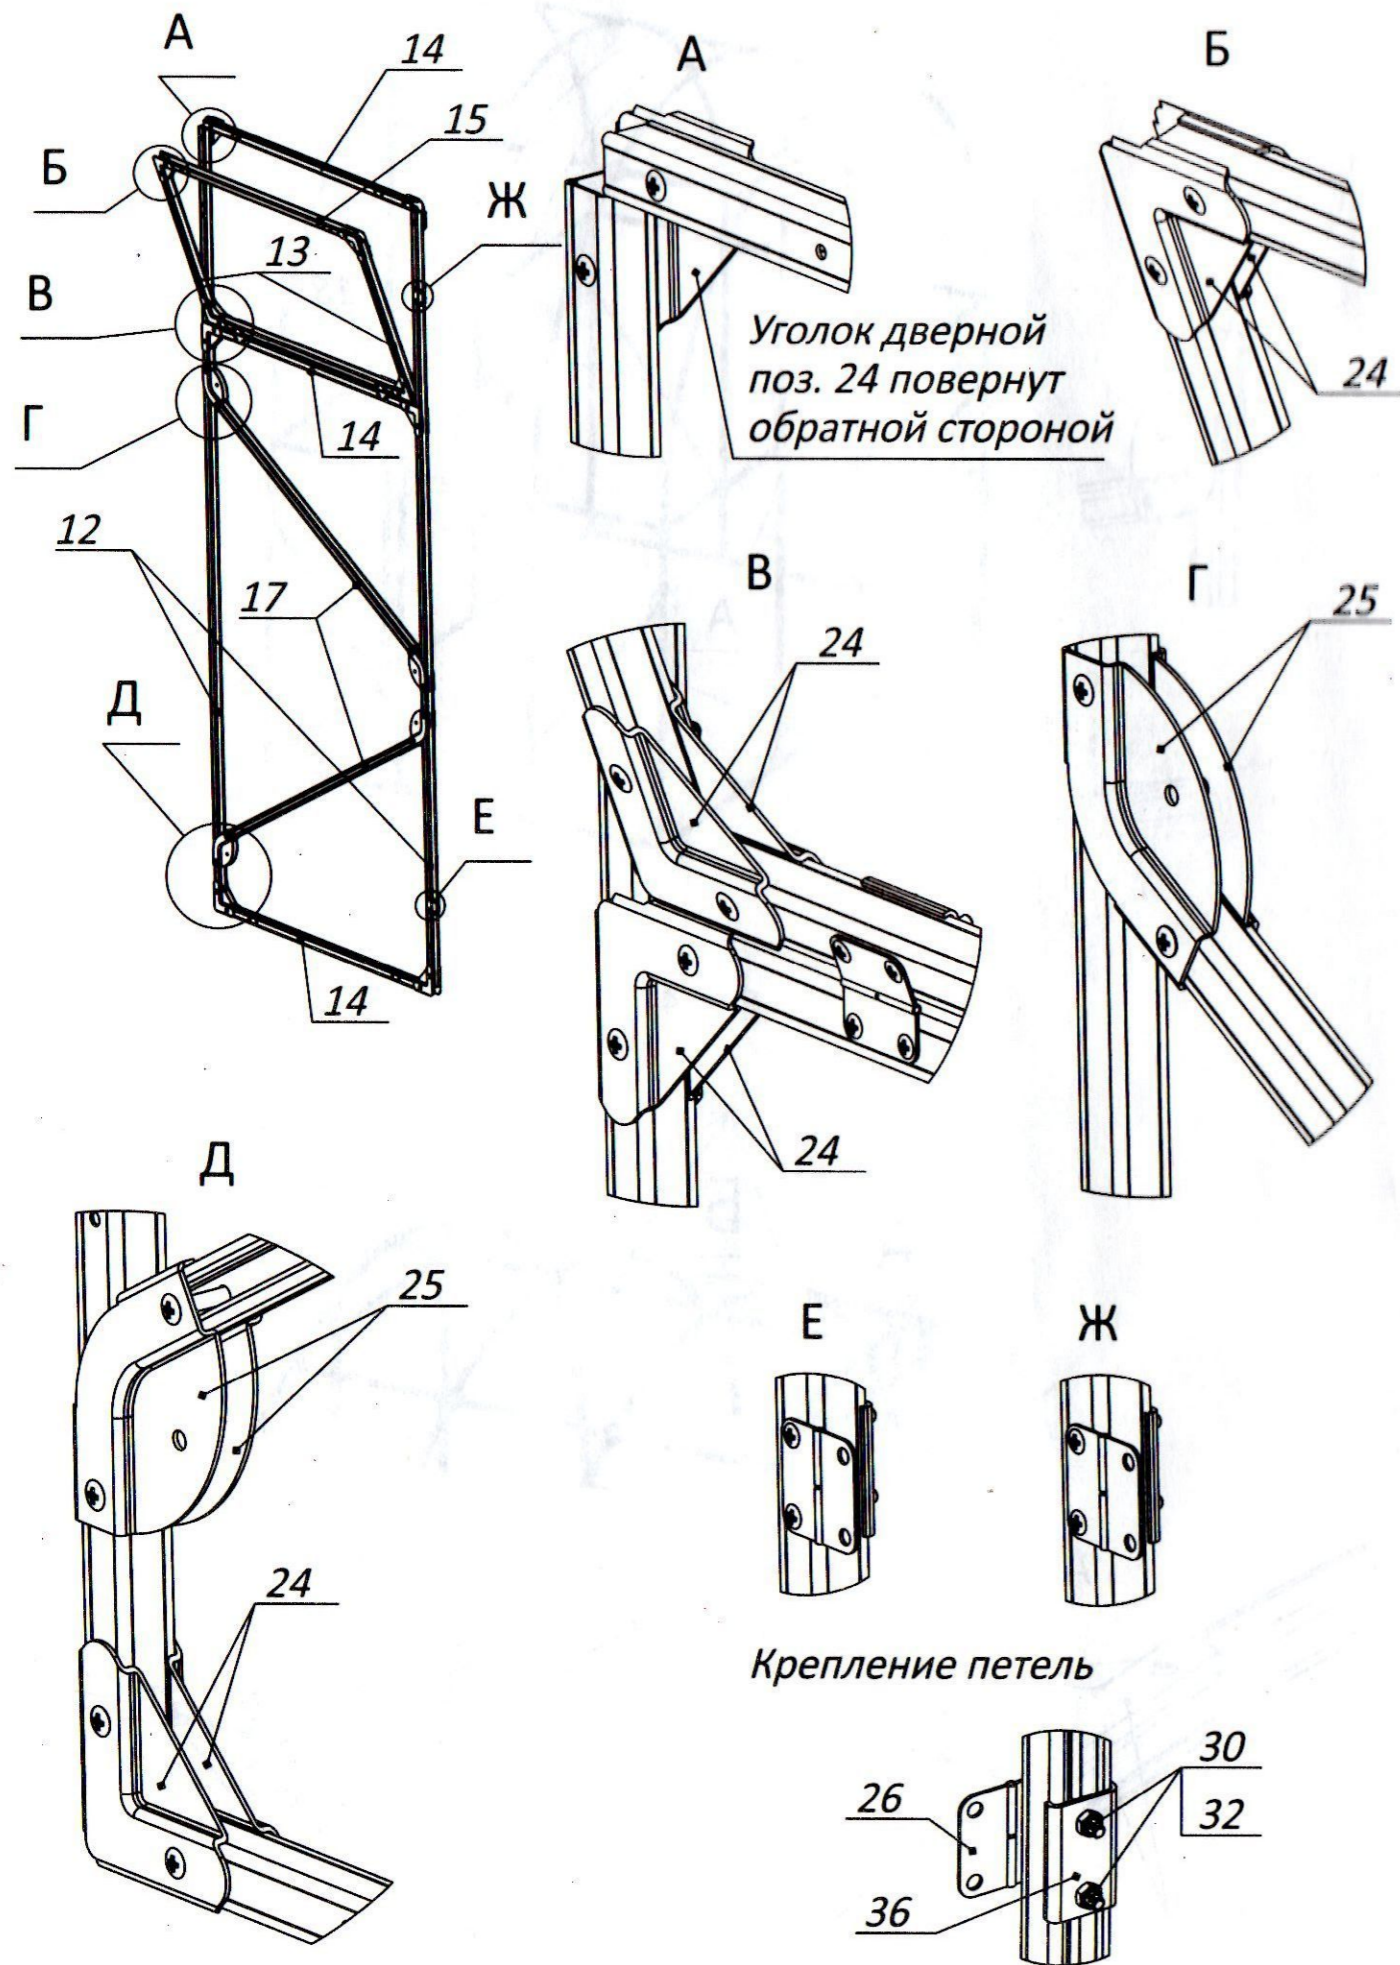

Рис. 6
5.5 Соберите каркасы дверей с форточками (рис.6). **Не забывайте, что расположение стоек двери, имеющих отверстия под установку петель должно соответствовать расположению стойки дверного проема также имеющей отверстия под навеску.**